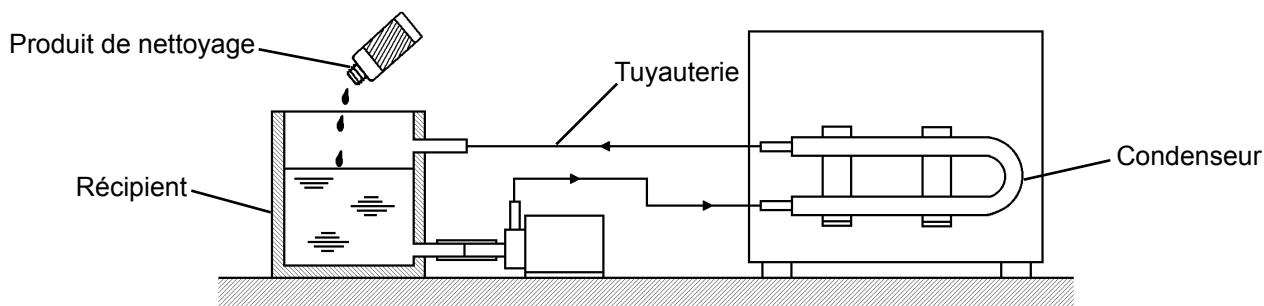

Fig. 8
6) Brancher les tuyaux comme indiqué à la Fig. 8 et les fixer au moyen des colliers.